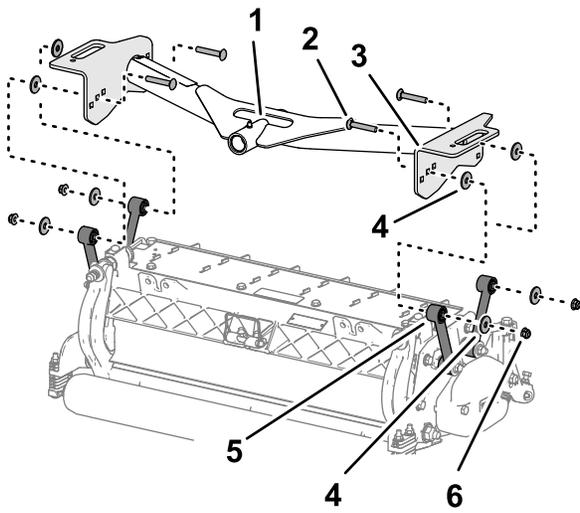

图 17
1. 将前承载架板中的孔与滚刀组安装板中的孔对齐 图 17。
2. 对齐承载板和连杆之间的垫圈图 17 并使用托架螺栓 $\frac{3}{8}$  x  $2\frac{1}{4}$  英寸、垫圈和凸缘锁紧螺母 $\frac{3}{8}$  英寸松动地组装板和隔片。